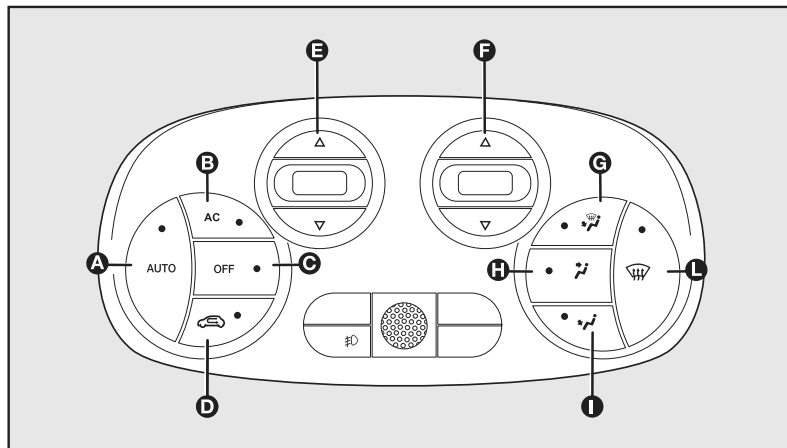

fig. 33
## COMANDOS - fig. 33
- todos os LEDs se apagam, exceto botões **OFF** e **D-fig. 33**;